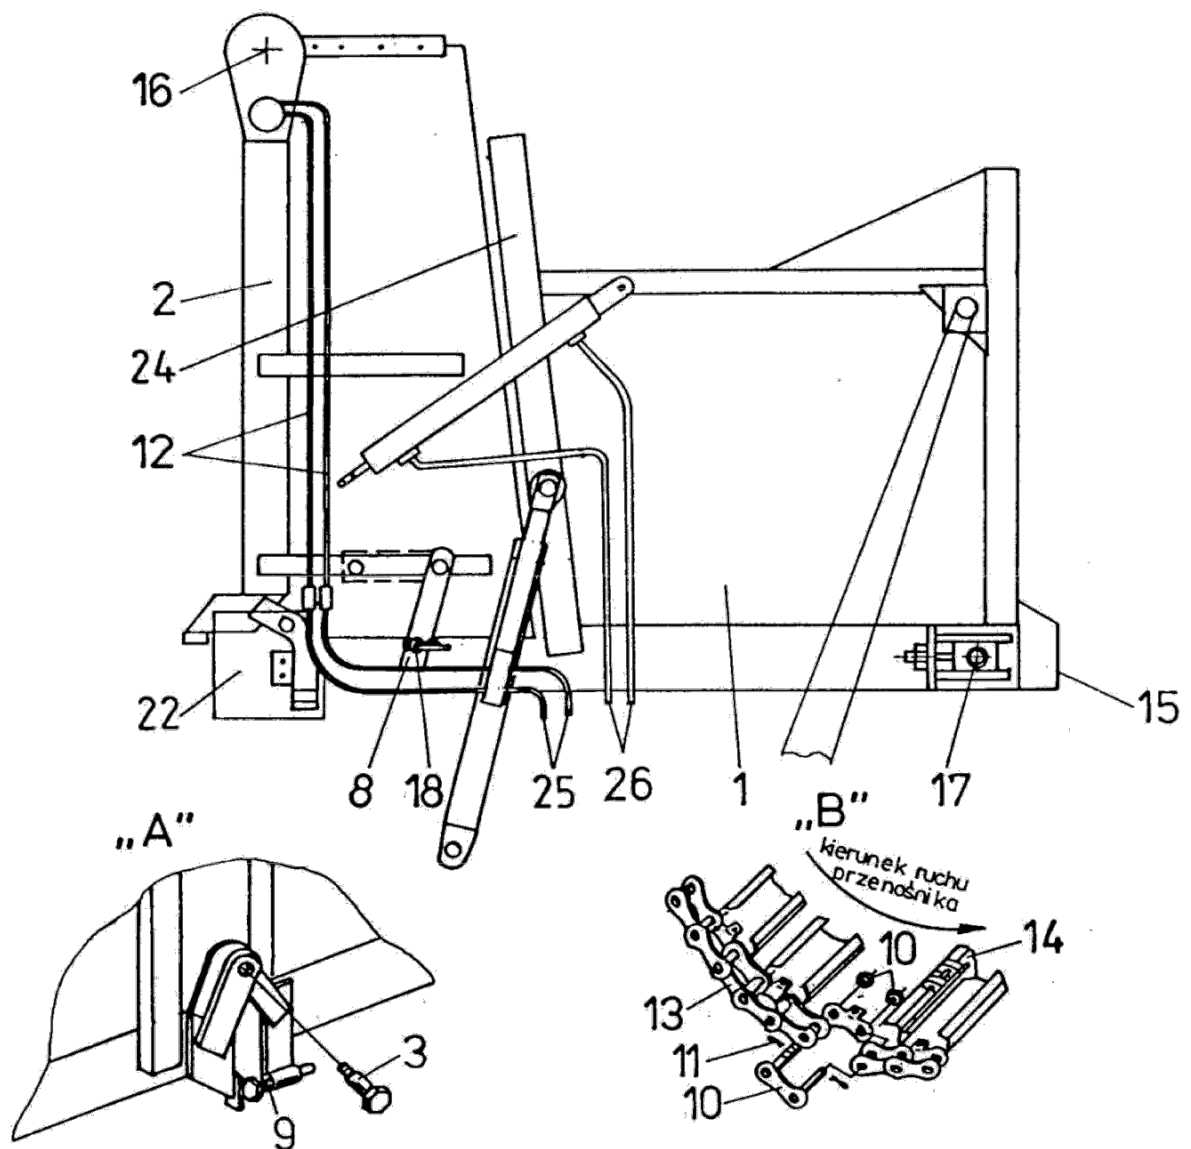

Abb. 14 Bunkermontage
2. Drehe heraus die Gelenkbolzen (3) und verbinde damit den Ausleger mit den Seiten des Bunkerkörperrahmens (1 Detail A in Abb. 14).
3. Prüfe die Parallelität der Trägerbalken des Auslegers in Bezug auf die Bunkerkörperbalken; stelle sie ein – wenn nötig – d urch ein bzw. herausdrehen der Schrauben (9).
4. Rolle den Bodentransporter ab (13), Enden der Ketten lege auf die Kettenräder der Antriebswelle (16) und schiebe sie auf die inneren Gleitschienen des Auslegers. Ziehe den Transporter auf den Gleitschienen bis seine Enden unter den Gelenkbolzen aufeinandertreffen (3).
5. Verbinde die Enden der Transporterketten mit Hilfe der Verbindungsglieder (10) und sichere sie mit Steckbolzen (11 Detail „B“).